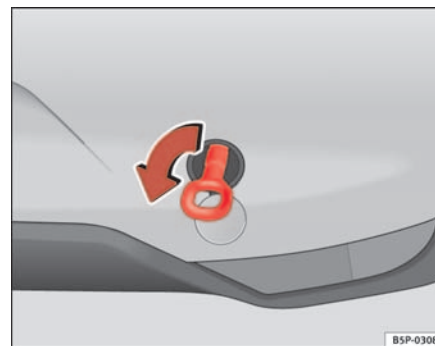

Fig. 206 Atornillado de la argolla de remolque en la parte trasera del vehículo ►
- Atornille la argolla hasta el tope hacia la *izquierda*, en el sentido que indica la flecha⇒ página 278, fig. 206 .